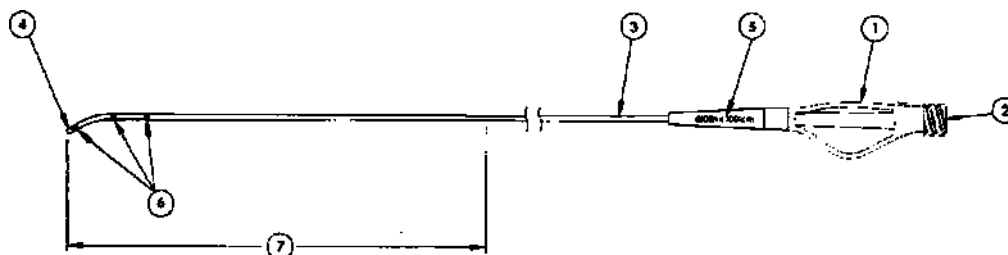

Figura 1. Catéter de soporte angulado TrailBlazer™
El catéter de soporte angulado TrailBlazer™ es un catéter sobre guía de una sola luz con una punta cónica angulada. El sistema de catéter es compatible con guías de 0,36 mm (0,014 pulg.), 0,46 mm (0,018 pulg.) y 0,89 mm (0,035 pulg.). Dependiendo del modelo, el catéter de soporte tiene una longitud de trabajo de 65 cm, 90 cm, 135 cm o 150 cm. Todos los modelos son compatibles con un introductor de 4 Fr. Para la elección de un tamaño específico, consulte en la tabla 1 las especificaciones de los modelos. Como se muestra en la figura 1, la luz comienza (2) en el extremo proximal del colector (1) y continúa a través del catéter (3) hasta la punta angulada distal (4). La luz se utiliza para hacer pasar el catéter sobre una guía. El diámetro y la longitud de trabajo compatibles de la guía están indicados en la protección contra tensiones (5). La porción distal del cuerpo del catéter tiene tres marcas radiopacas (6) que facilitan la colocación del catéter. Los primeros 40 cm del extremo distal del catéter (7) están revestidos con un recubrimiento hidrófilo.